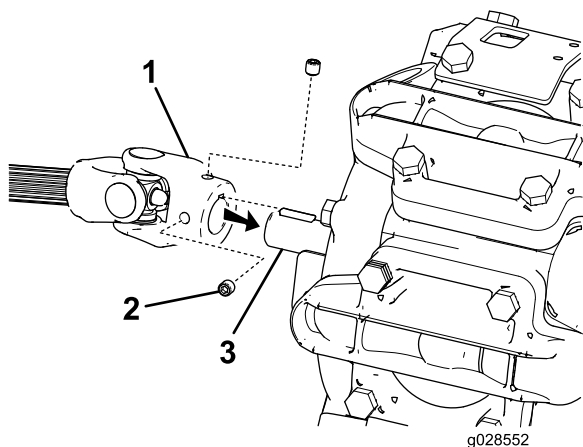

図 4
3. PTOシャフトの端部についている固定ねじ2本を外す 図 4。
5. PTOシャフトのカップラのスロットを半月キーに合わせ、PTOシャフトをスプレーヤポンプに挿入する 図 4。